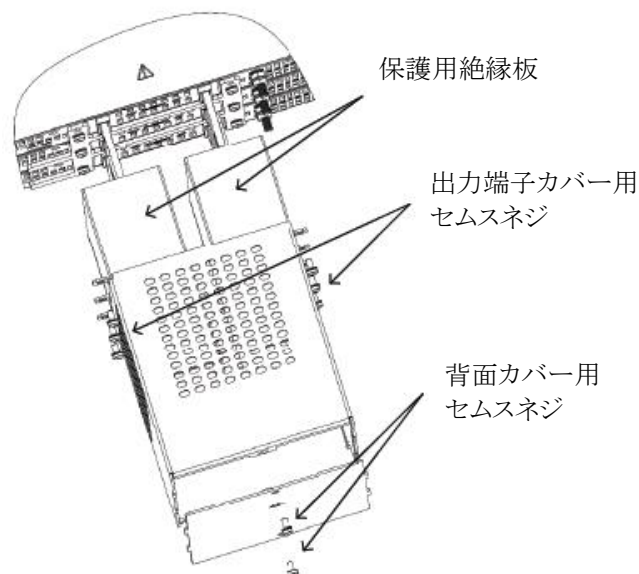

図4-40 出力端子カバーの分解方法
- 図4-40に示すように出力端子カバーの出力端子カバー用セムスネジと背面カバー用セムスネジを取り外します。その後、保護用絶縁板を取り外します。
(図4-40はGSP15kWの場合ですが、GSP10kWも同様です。